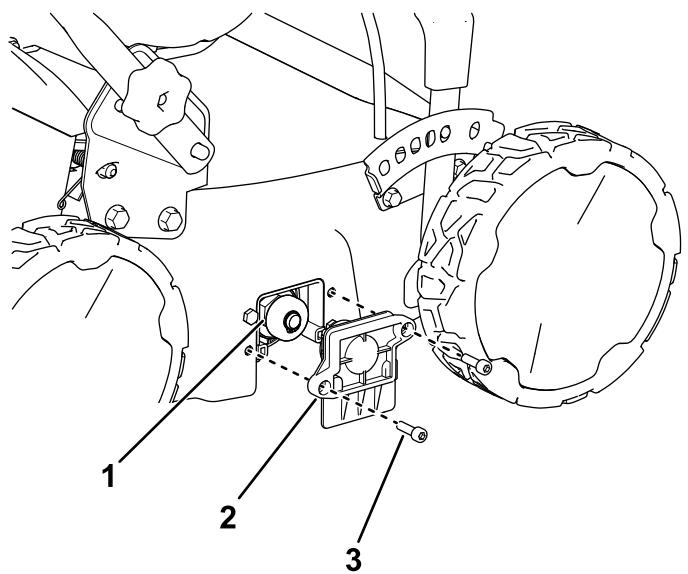

Bild 19
3. Entfernen Sie mit dem Sechskantschlüssel die beiden Schrauben, mit denen das Lagergehäuse und die Spindelwelle auf der rechten Seite der Maschine befestigt sind (Bild 19).
5. Montieren Sie das Lagergehäuse so, dass es die neu installierte Wellenbaugruppe mit den beiden in Schritt 3 entfernten Sechskantschrauben sichert und bewahren Sie den Sechskantschlüssel in der Transporthebelbaugruppe auf (Bild 19).